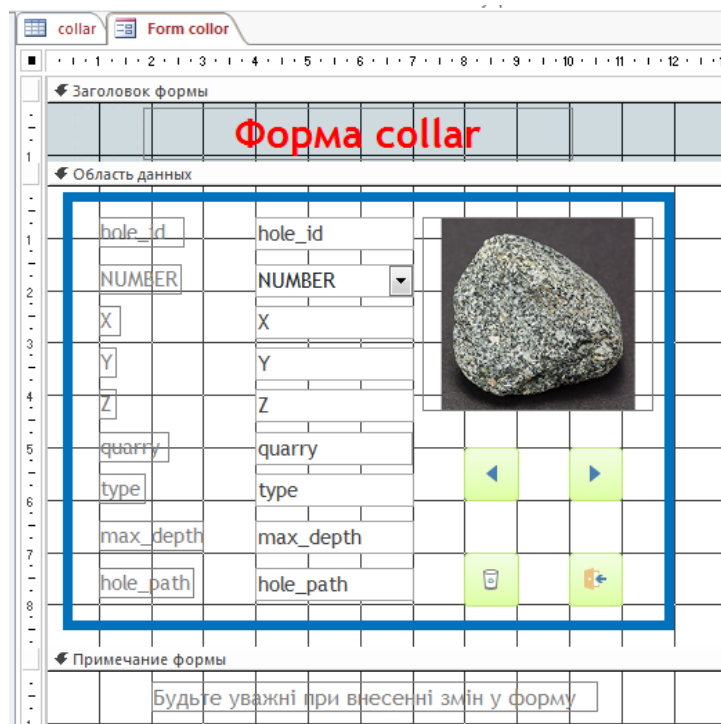

Рис.17. Підсумковий макет форми для таблиці collar
6. Навести курсор миші на правий нижній кут розмічальної сітки і перемістити кут для встановлення необхідного розміру форми. Розташувати назви полів та приєднані написи у дві колонки. Переміщення напису і поля відбувається при захопленні за лівий верхній кут поля. Правильність виконання операцій потрібно контролювати за рис. 17.
8. У групі елементів управління вибрати елемент Прямоугольник  та обвести усі поля згідно зразку (рис. 17). Виділити прямокутник та за допомогою кнопки Контур фігури  (Формат, група Форматирование элементов управления) обрати синій колір, потім за допомогою списку Толщина линии встановити товщину лінії.
9. У форму вставити зображення. Для цього натиснути на кнопку Вставить изображение  (вкладка Конструктор, група Элементы управления) та використовуючи кнопку Обзор, обрати малюнок у відповідній папці. Щоб вписати малюнок у виділену рамку, натиснути праву кнопку миші на малюнку та з контекстного меню вибрати команду Размер - по размеру данных. Правильність виконання операцій потрібно контролювати за рис. 17.
виділити мишею область для занесення примітки. Ввести в якості примітки текст: *Будьте уважні при внесенні змін у форму*. Виділити поле з введеним текстом та встановити таке форматування: розмір шрифту 12 пт, курсів, вирівнювання «по центру». Правильність виконання операцій потрібно контролювати за рис. 17.
- вказати ім'я кнопки або обрати для неї малюнок згідно зразку і натиснути кнопку Готово. Перевірити правильність зовнішнього вигляду створеної форми (рис. 17).